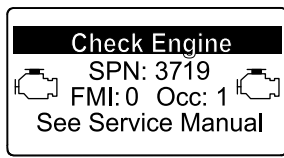

Figure 69
- Avertissement moteur SPN 3719, FMI 0 (Figure 69)